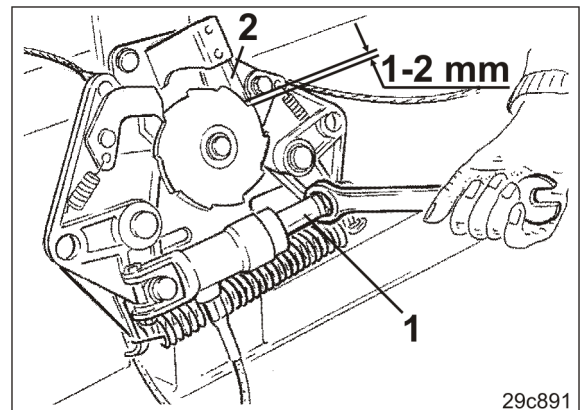

Fig. 237
3. Drei kolben (Fig. 237/1) til hydraulikksylinderen med en gaffelnøkkel frem til bladfjæren (Fig. 237/2) på koblingsautomaten går hørbart i lås og det mellom bladfjær og tann er stilt inn en klaring på 1 til 2 mm.